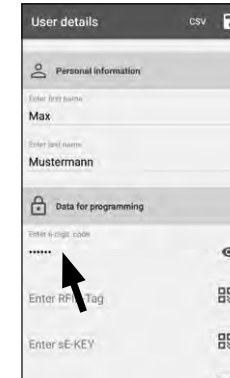

Abb. 32
- 1 Geben Sie einen benutzerdefinierten Code ein (I) (Abb. 32).